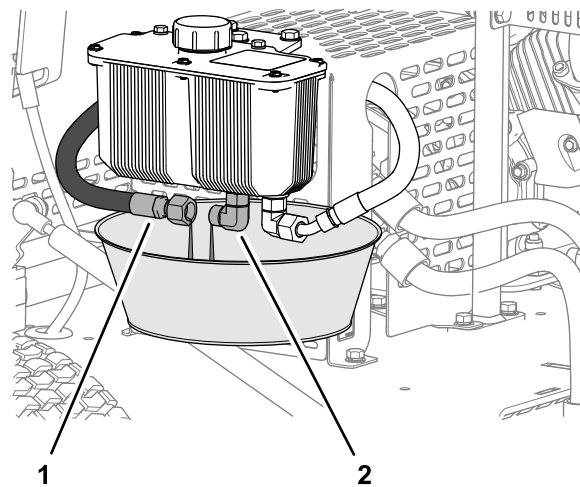

図 36
1. 容量 2 リットルほどの廃油受けを油圧オイルタンクの下に置く **図 36**。
2. 油圧タンクのフィッティングについている供給ホースを外し、流れ出てくるオイルをすべて回収する **図 36**。